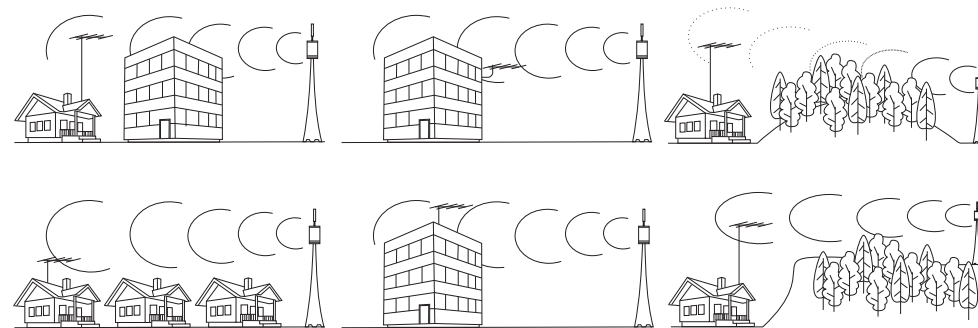

Рис. 8. Варианты правильной установки антенны
6.7 При выборе места установки антенны и ориентации ее в пространстве, обратите внимание на рекомендации, показанные на рис.8